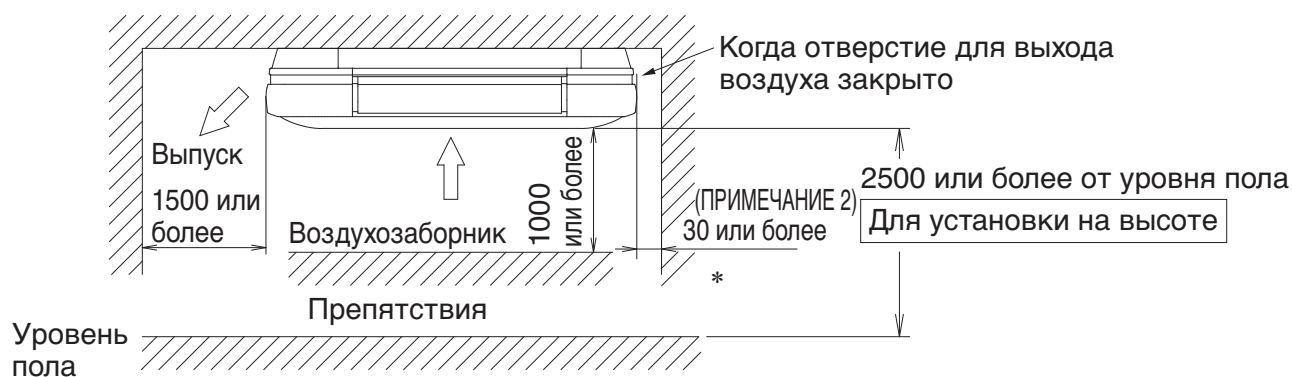
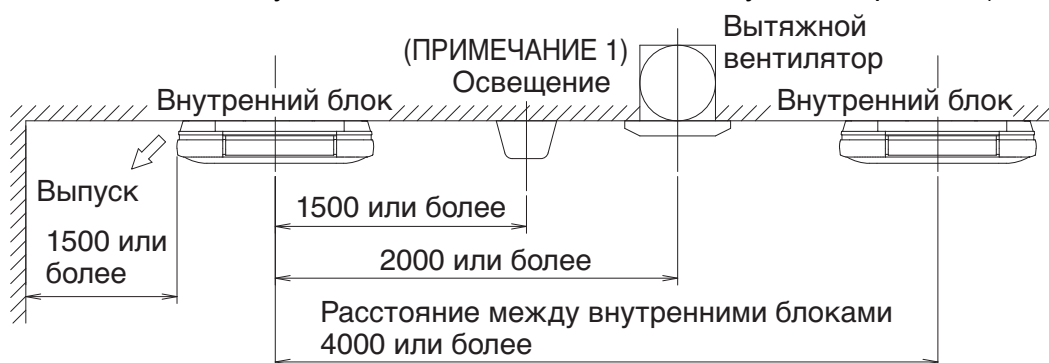

Рис. 1
Рис. 2
**(1) Выберите место установки, которое соответствует следующим условиям и которое одобрено клиентом.**
- С наличием свободного пространства, достаточного для установки и технического обслуживания. **(См. Рис. 1 и Рис. 2)**